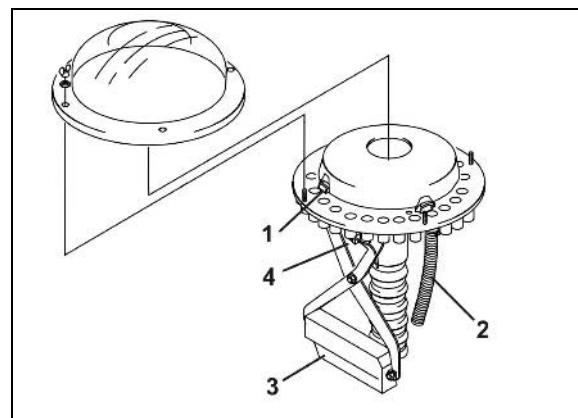

Рис. 58
- устройство переключения техколей закрывает в распределительной головке посредством заслонки (Рис. 58/1) подвод посевного материала к семяпроводам (Рис. 58/2) сошников техколеи;
Подача посевного материала к сошникам техколеи прерывается, как только электромотор (Рис. 58/3) закрывает соответствующие семяпроводы (Рис. 58/2) в распределительной головке.
Датчик (Рис. 58/4) проверяет, надлежащим ли образом работают заслонки (Рис. 58/1), открывающие и закрывающие семяпроводы (Рис. 58/2).